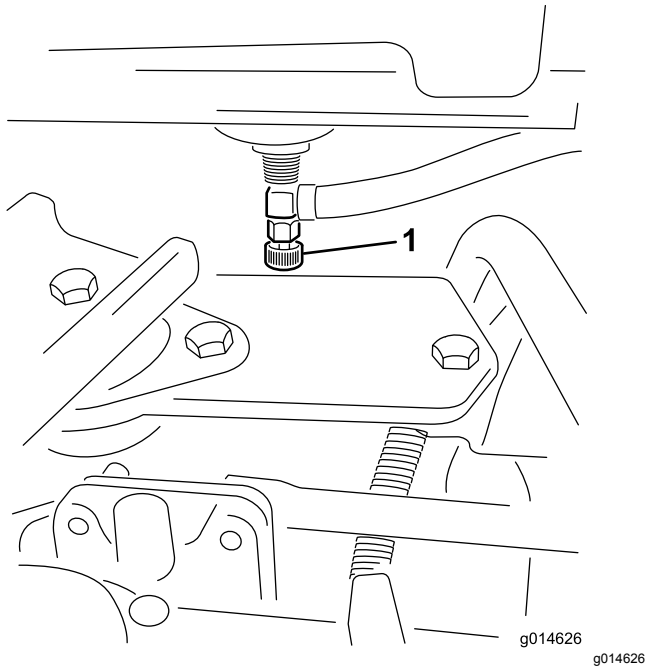

Figura 33
1. Feche a válvula de bloqueio do combustível (**Figura 33**) por baixo do depósito de combustível.